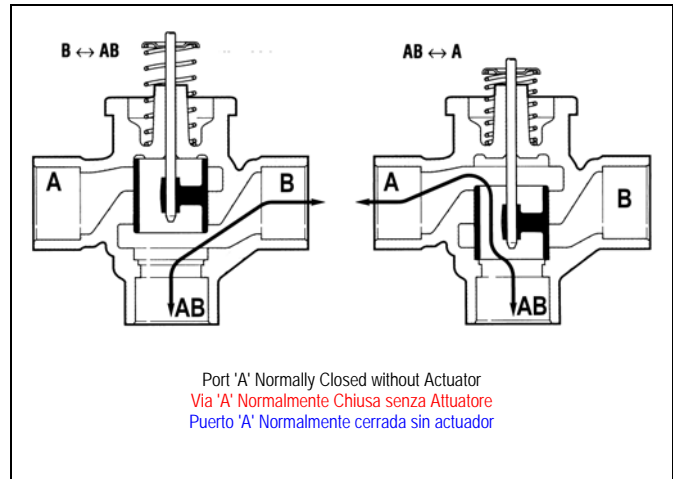
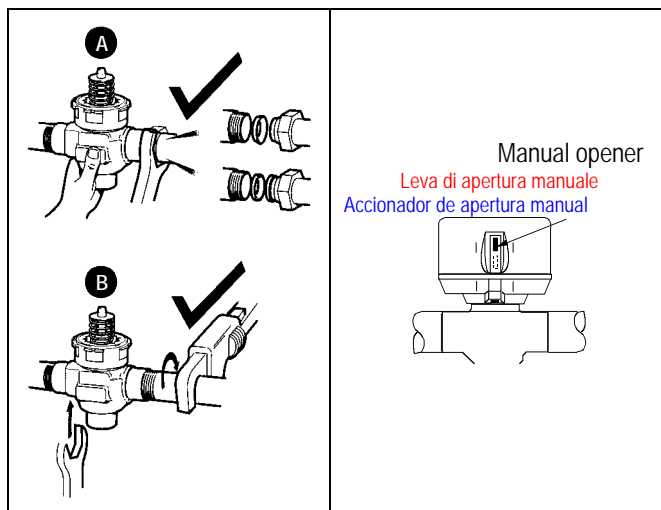

Fig 2 - Flow direction / Direzione del flusso / Dirección del flujo
Fig. 3 – Valve mounting position
3. The valve may be installed with flow from A to B, or B to A (Fig. 2). The valve body may be plumbed in any angle **but not with the actuator below the horizontal level of valve body (Fig. 3)**. Make sure there is enough room around the actuator for servicing or replacement. Install the valve in a good location for future maintenance, leaving an extra 25 mm head clearance required to remove the actuator.
3. La valvola può essere montata con il flusso diretto da A a B, o da B verso A (Fig. 2), in qualsiasi posizione, **ma non con l'attuatore sotto il livello orizzontale rispetto al corpo valvola (Fig. 3)**. Installare la valvola in una posizione facilmente accessibile per i cablaggi, prevedendo al di sopra dell'attuatore almeno 25 mm di spazio per poterlo montare e smontare in caso di sostituzione.
3. La válvula se puede instalar con flujo de A a B o de B a A (Fig. 2). El cuerpo de la válvula se puede instalar en cualquier ángulo, pero no con el actuador por debajo del nivel horizontal del cuerpo de la válvula (Fig. 3). Asegúrese de que hay suficiente espacio alrededor del actuador para mantenimiento o sustitución. Instale la válvula en un lugar adecuado para mantenimiento futuro, dejando 25 mm adicionales de separación para desmontar el actuador.